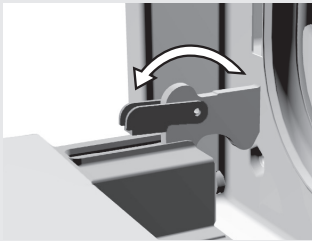

Abb. 1
- Fassen Sie die Glasscheibe am unteren Rand an, ziehen Sie sie leicht zu sich und heben Sie sie an. Nicht zu viel! Höchstens 10 mm, damit der Dorn des Glasträgers aus dem Spalt austritt (Abb. 1).
- Heben Sie die Träger auf der linken und rechten Seite der Backofentür leicht an (Markierung 1 auf dem Träger) und ziehen Sie sie dann von der Glasscheibe weg (Markierung 2 auf dem Träger) (Abb. 1).
- Öffnen Sie die Backofentür und drehen Sie die Aushängesperre bis zum Anschlag zurück – das gilt für das klassische Schließsystem (Abb. 1).